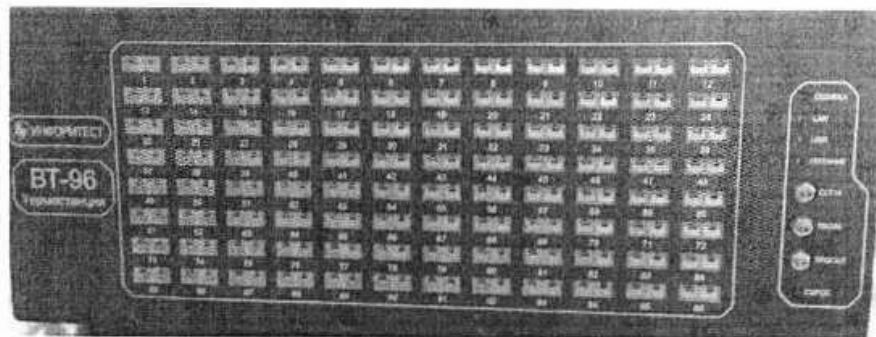

Рисунок 2 - Лицевая панель ВТ-96
1.4.3 Для подключения термодатчиков на лицевой стороне ВТ-96 (см. рисунок 2) находятся 96 миниатюрных полярных термодатчиков PCC-SMP-U фирмы OMEGA Engineering (см. приложение А). Контакты соединителей выполнены из меди для обеспечения универсальности и независимости от типа подключаемых термодатчиков. Разъемы обеспечивают надежное подключение термодатчиков и при этом простоту подключения и отключения. Внутри корпуса на контактах разъемов расположены 24 (по одной на четыре соединителя) изотермальные пластины с термисторами для измерения температуры «холодного спая» подключаемых термодатчиков. Благодаря электроизолирующим теплопроводящим прокладкам обеспечивается максимальное тепловое взаимодействие с контактами подключенных термодатчиков, и, следовательно, увеличенная точность измерения температуры «холодного спая» для каждой подключенной термодатчиков.
1.4.4 Для индикации состояния устройства на лицевой панели ВТ-96 (см. рисунок 2) расположены индикаторы:
1.4.5 На лицевой панели ВТ-96 (см. рисунок 2) располагаются разъемы триггерных событий («TRGIN», «TRGOUT»), разъем тактовой частоты 10 МГц «CLT10», предназначенные для обеспечения синхронной работы с другими устройствами.
- в виде шильдика с названием, десятичным и заводским номером на задней стороне (см. рисунок 2).